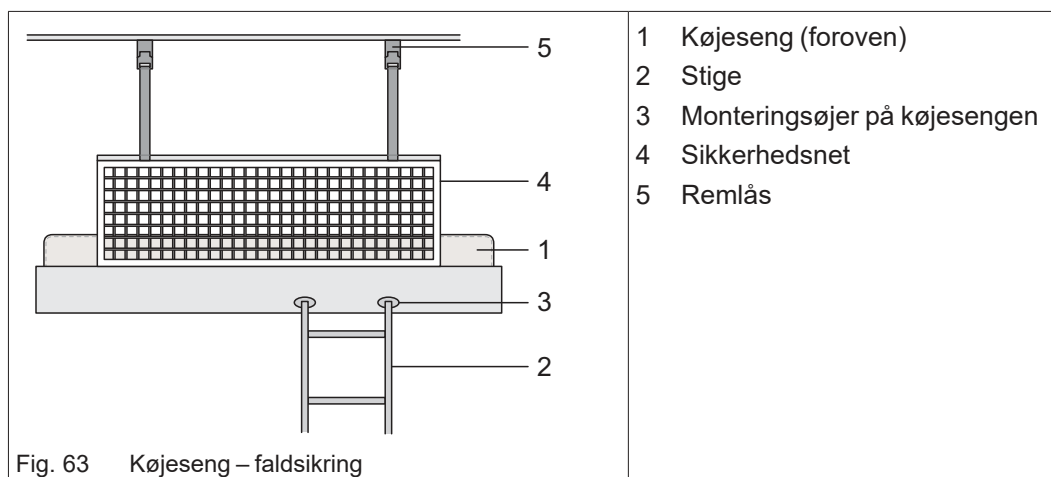

Fig. 63 Køjeseng – faldsikring
- Brug stigen (Fig. 63/2), når du skal op i den øverste køjeseng (Fig. 63/1).
- Hægt stigen på plads i de dertil indrettede øjer (Fig. 63/3).
- Luk sikkerhedsnettet (Fig. 63/4) med remlåsene (Fig. 63/5) i loftsbeklædningen, når du har lagt dig i sengen (Fig. 63/1).